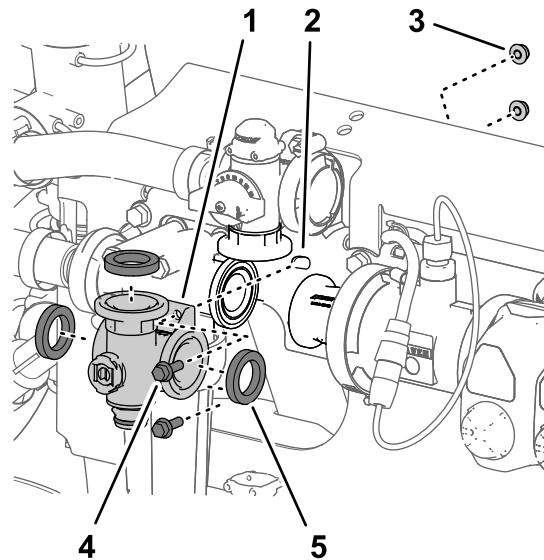
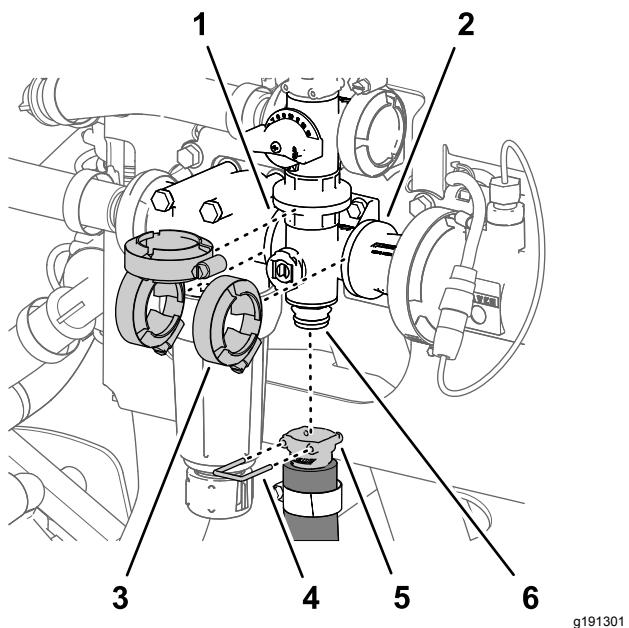

Figure 122
Figure 123
1. Alignez la bride du collecteur de la vanne d'agitation et les 3 joints sur les brides de la vanne de dérivation d'agitation, de la tête du filtre sous pression et de l'adaptateur d'accouplement (Figure 123 et Figure 122).
2. Fixez légèrement le collecteur de vanne d'agitation à la vanne de dérivation d'agitation, la tête du filtre sous pression et l'adaptateur d'accouplement (Figure 123) à l'aide des 3 colliers bride que vous avez retirés à la section Dépose de la vanne d'agitation du collecteur (page 85).
5. Serrez les 3 colliers bride à la main (Figure 123).
6. Fixez le raccord rapide du flexible d'agitation au raccord rapide du collecteur de vanne d'agitation à l'aide de l'étrier de fixation (Figure 123).